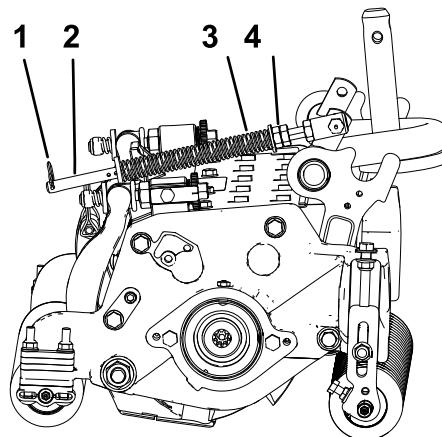

Рисунок 14
2. Затяните шестигранные гайки на переднем конце штока пружины так, чтобы длина сжатой пружины была равна 12,7 см; см. Рисунок 14.
1. Убедитесь, что игольчатый шплинт вставлен в заднее отверстие штока пружины (Рисунок 14).